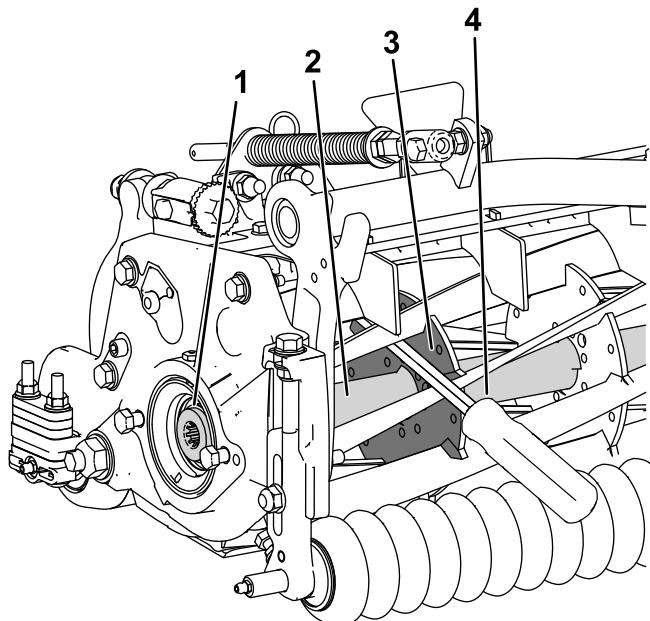

图32
1. 将一根长柄撬棍建议尺寸为 0.95cm x 30.48cm 带螺丝刀柄插入滚刀组前面最靠近需要扭转的滚刀组一侧 图32。
2. 将撬棍靠着内部滚刀组加强板的焊接侧放置 图32。